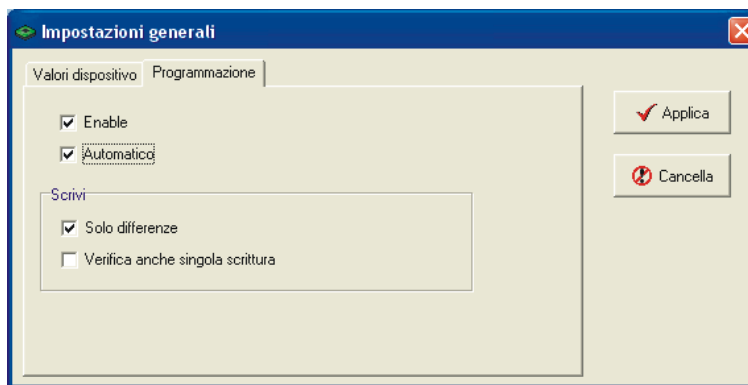

Fig. 30 - Finestra di dialogo Impostazioni generali: scheda Programmazione.
7. Fare clic sulla scheda **Programmazione**, quindi selezionare la casella di controllo **Automatico** (si veda Fig. 30).